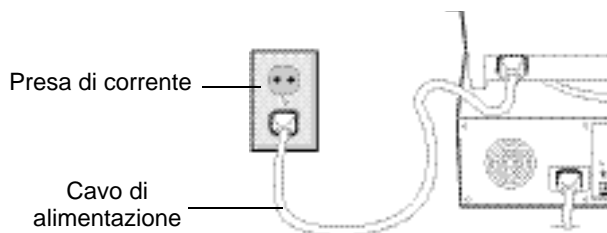

Figura C.1
- 4 Collegate il cavo di alimentazione al monitor e alla presa di corrente (Figura C.1).